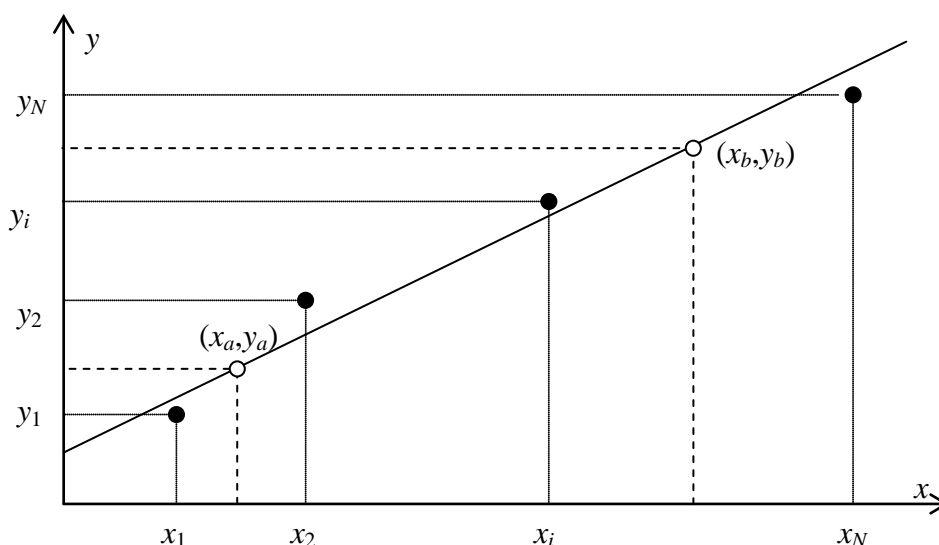

Figura 1: Les  $x$  i les  $y$  corresponen les  $T$  i les  $\rho$ , respectivament, de l'exemple.
a) **Procediment gràfic:** Dibuixem (amb un regle) una recta que passi el més a prop possible de tots els punts experimentals (els negres a la Figura 1). No cal que la recta passi per cap punt. L'ordenada del punt de la recta que talla l'eix de les  $y$  és el terme  $b$ ,